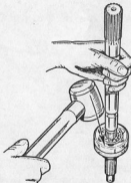

Abb. G.1
- (1) Strichschmutz und Fett von Welle entfernen und Welle mittig in einem mit weichen Backen ausgerüsteten Schraubstock spannen.
- (2) Manschette und Gehäuseabdichtungsklammern abhebeln oder den weichen Eisenstift durchschneiden, worauf die Gehäuseabdichtung nach hinten abgewälzt und der Gelenkflansch abgehoben werden kann. Gehäuseabdichtung entfernen sowie auch Gummimanschette. Sind diese Bestandteile verschlissen oder beschädigt, dann müssen beim Wiedereinsammeln neue zur Verwendung kommen.
- (3) Das Kugellager kann nur nach Demontage der Welle zerlegt werden. Ein Federring in einer tiefen Nut im äußeren Ende der Welle ist in das angelegte Ende der inneren Lagerbohrung eingespreizt, so daß dieser Federring zum Entfernen der Welle in die Nut eingedrückt werden muß.
- (4) Welle und Gelenk mit Kugellager nach unten senkrecht halten, worauf mit einem weichen Hammer (s. Abb. G.1) scharf auf die Kante des äußeren Lagerings zu schlagen ist. Hierdurch drückt sich der Federring zusammen, so daß das Gelenk von der Welle abgezogen werden kann. Schwere Schläge sind für diesen Vorgang nicht erforderlich.